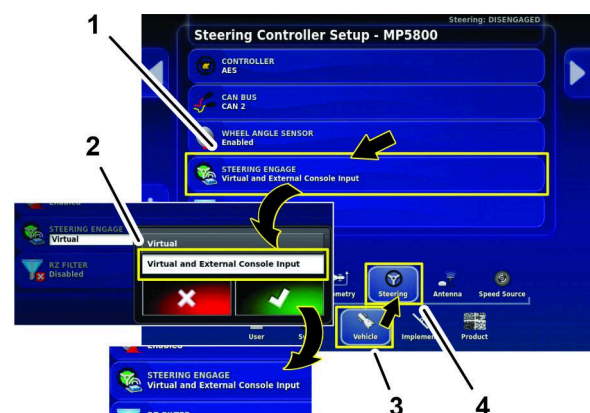

Bild 160
5. Tippen Sie auf das FAHRZEUG-Symbol und tippen Sie dann auf das LENKUNG-Symbol (Bild 160).
6. Tippen Sie auf das Symbol LENKEINGRIFF (Bild 160).
7. Tippen Sie im Dialogfenster auf das Symbol VIRTUELLE UND EXTERNE KONSOLENEINGABE und tippen Sie auf das Bestätigen-Symbol (Bild 160).